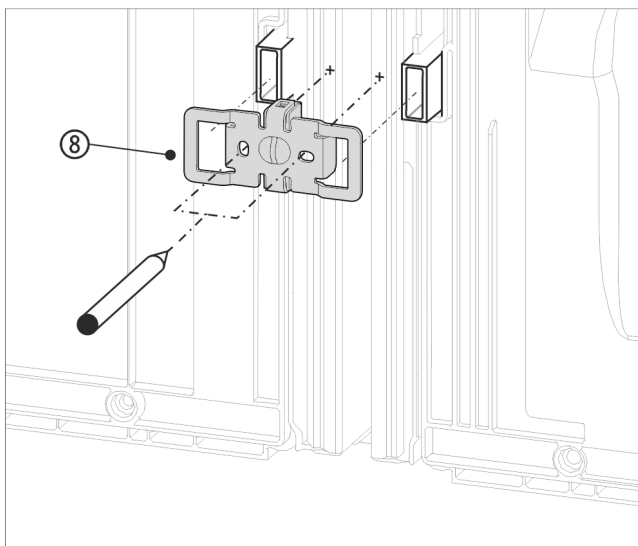

Fig. 16 Példaként szolgáló ábrázolás
- ▶ Tolja rá a rögzítővasat Fig. 16 (8) a bemarásokkal a fali távtartó számára kialakított felvevőre.